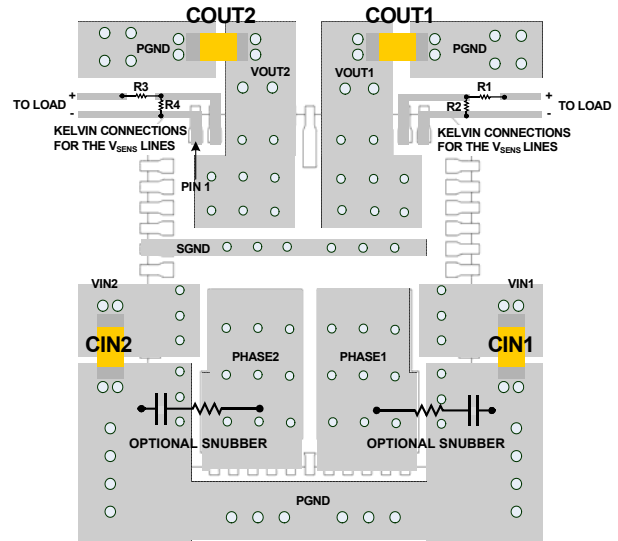

图 32. 建议布局
要想实现稳定的工作、低损耗和良好的热性能, 需要在布局上进行一些考虑 (图 32)。
- 对连接至信号接地引脚的元件使用单独的 $SGND$ 接地铜区。如图 32 所示, 使用位于同一位置多个过孔在模块下面将 $SGND$ 连接至 $PGND$, 以避免噪声耦合。不要对由 V_{IN} 、 $PHASE$ 和 V_{OUT} 的有噪声平面层围绕的过孔接地。对于双输出应用, $SGND$ 至 $PGND$ 过孔应当尽可能接近 $SGND$ 引脚。
- 如图 32 所示, 可选缓冲器应当放在电板布局的底面, 连接 $PHASE$ 至 $PGND$ 平面。